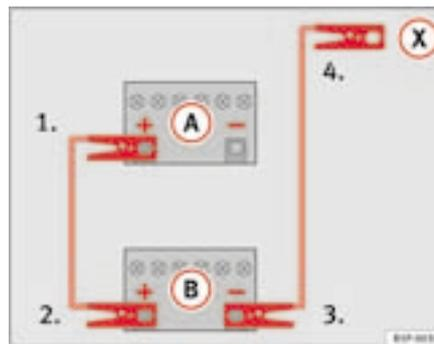

Abb. 173 Schema für das Anklemmen der Starthilfekabel
In der ⇒ Abb. 173 ist **(A)** die entladene Batterie und **(B)** die stromgebende Batterie.
1. Klemmen Sie ein Ende des roten Starthilfekabels an den Pluspol ⇒ Abb. 173 **(+)** des Fahrzeugs mit der entladene Batterie ⇒ ⚠.